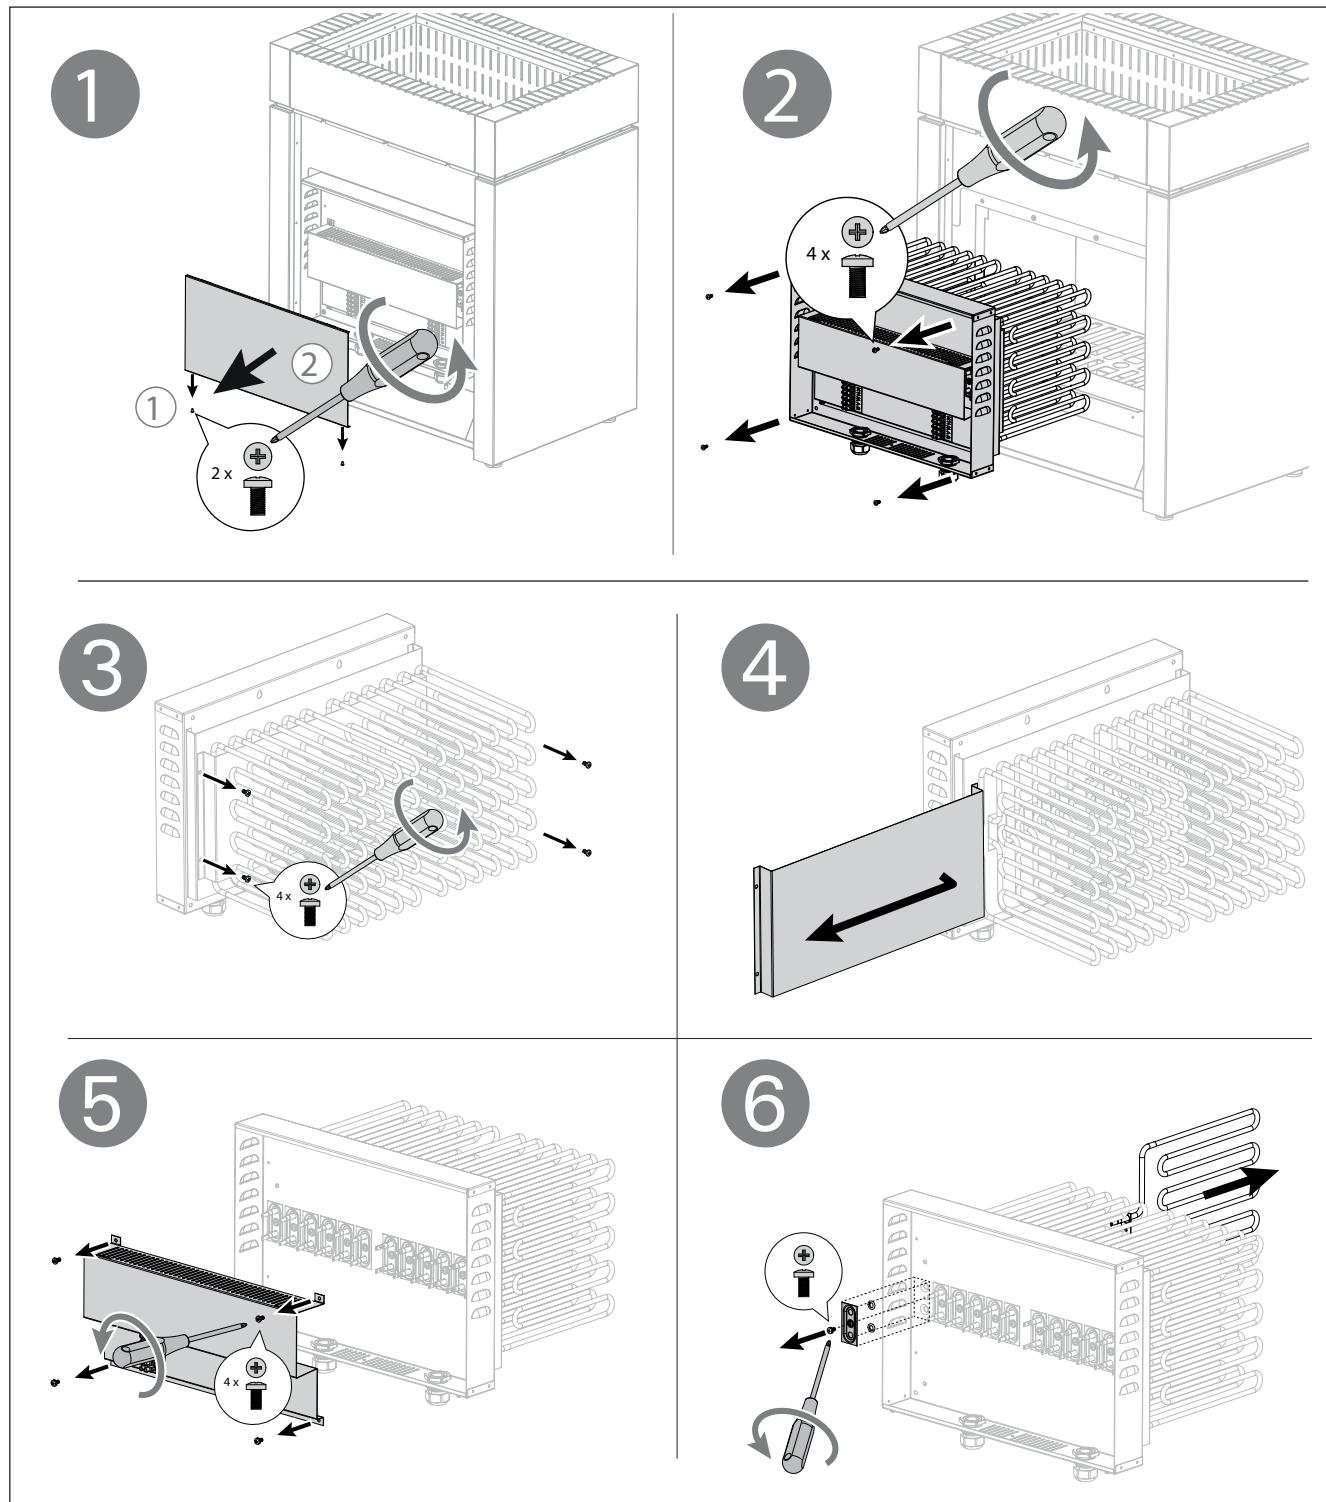

Figure 6. Remplacement des résistances
**!** Tous les circuits d'entrée doivent être ouverts avant de découvrir les connecteurs réseau ! Voir la figure 6.